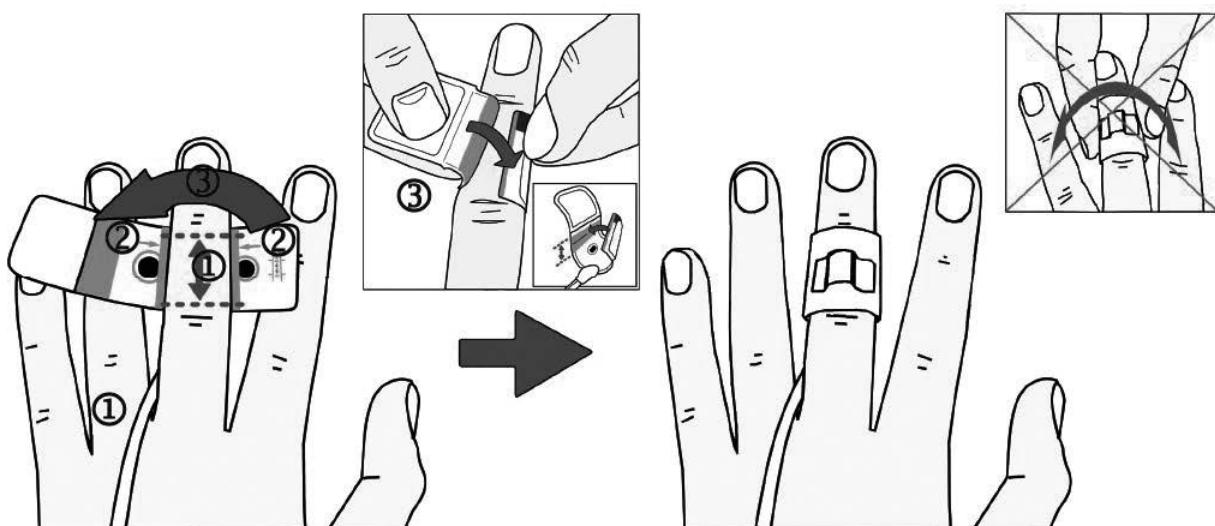

図 7-4 クリアサイトフィンガーカフの配置
下記ステップ 1～3 については、7-4 ページの図 7-4「クリアサイトフィンガーカフの配置」にある対応する番号を参照してください。
- 3 カフを指の周りにしっかりと巻き、端がカフの緑色のエリア内に来るかチェックして、正しいサイズのカフを選択したか確認します。図 7-4 の左挿入図にあるイメージを参照してください。